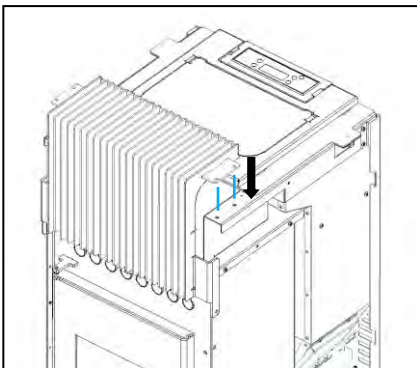

Figura 33 – Encaixe da grelha frontal
b) Nos equipamentos **Pine, Leaf e Aspen**; encaixar a grelha frontal, fazendo coincidir os furos da grelha com os furos do equipamento (Figura 33).